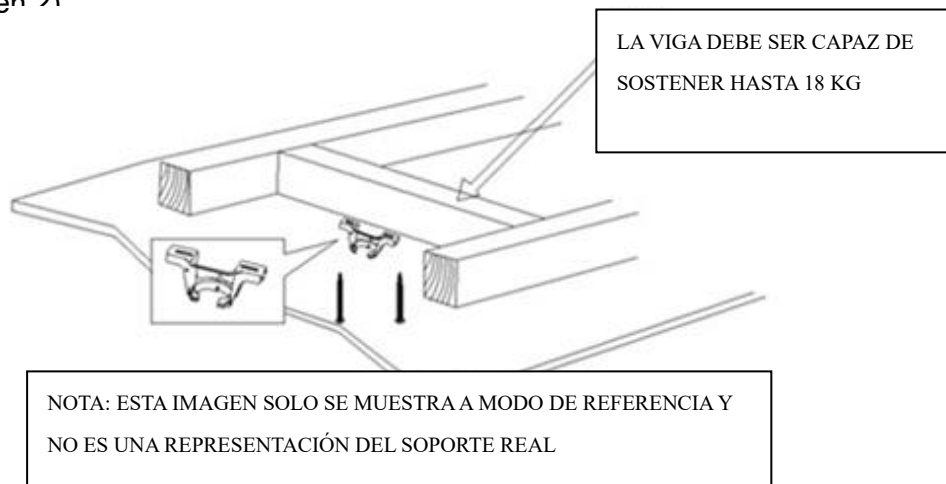

Imagen 2
- Con los dos tornillos largos suministrados, instale el soporte de montaje sobre una viga o una estructura del techo capaz de soportar al menos 18 kg. Asegúrese de enroscar los tornillos 30 mm como mínimo en el soporte. (Imagen 2)